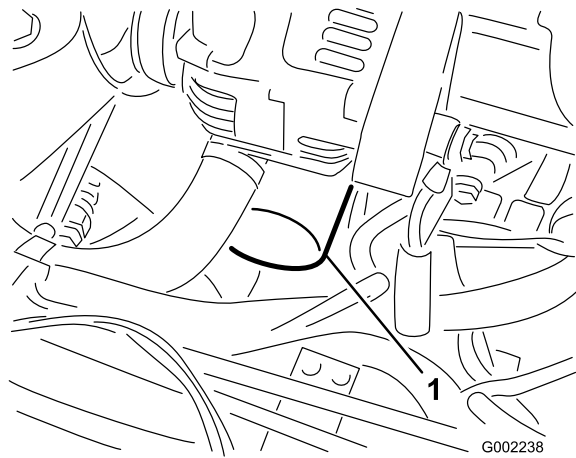

図 42
7. 古いオイルフィルタ（図 42）を外す。
10. アダプタに新しいフィルタを取り付ける。ガスケットがアダプタに当たるまで手でねじ込み、そこから更に 1/2 回転増し締めする（図 42）。